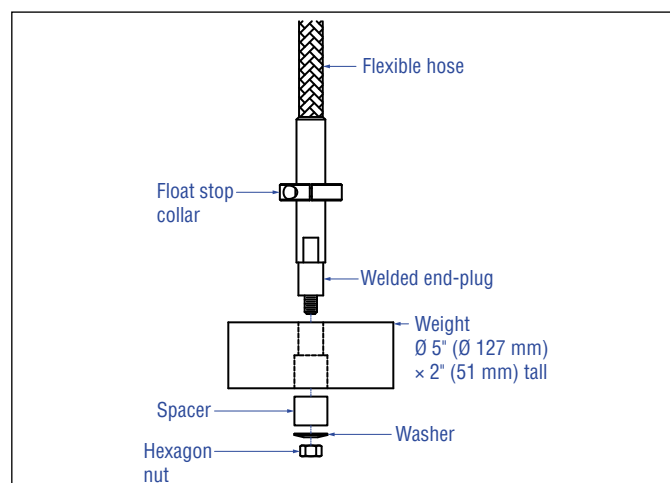
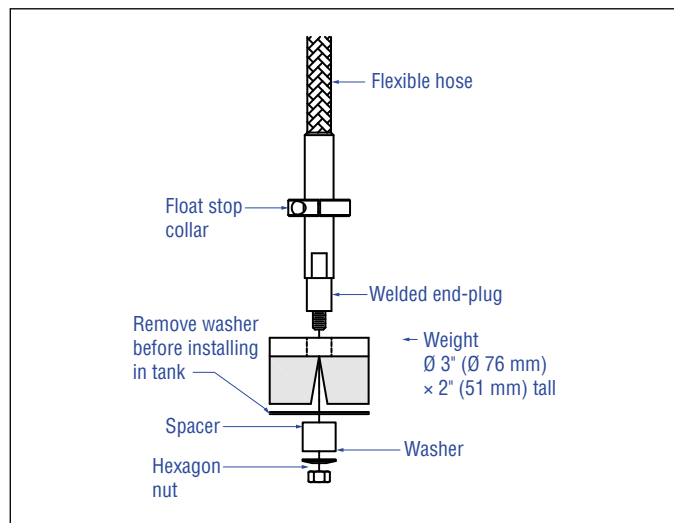
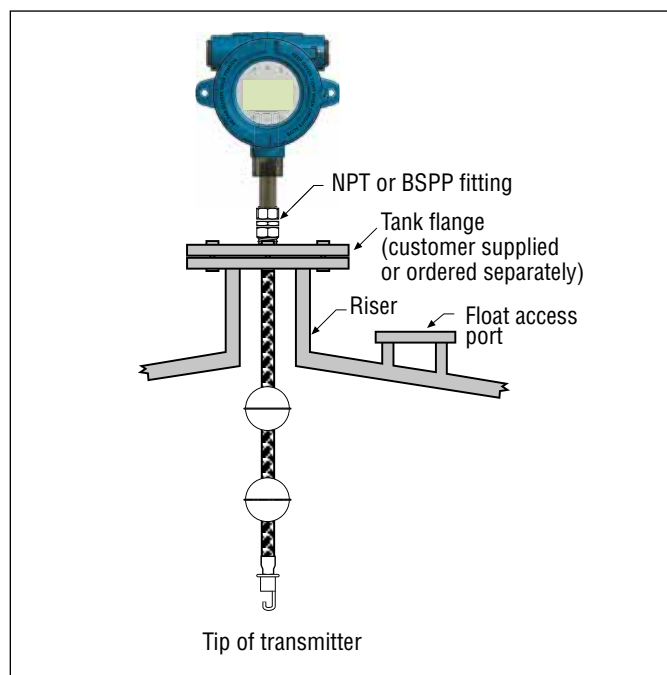

Fig. 8 : Poids de fixation inférieur
Fig. 9 : Aimant de fixation inférieur
Fig. 11 : Montage avec une bride filetée pour tuyau flexible
5. Monter le crochet, le poids ou l'aimant sur la section soudée du bouchon d'extrémité du tuyau (la section rigide inférieure du tuyau) à l'aide de l'écrou, de la rondelle et de l'entretoise fournis, serrer de la manière illustrée dans la Fig. 8, Fig. 11 et Fig. 9. Pour l'aimant, retirer la rondelle avant de l'installer dans le réservoir.
Dans la plupart des applications, le transmetteur Tank Slayer® peut être monté directement sur le réservoir ou la bride via un raccord fileté NPT ou BSPP, en supposant qu'un raccord fileté adapté est disponible. Si le flotteur ne s'adapte pas à l'orifice de la bride, lorsque celle-ci est déposée, monter d'une autre manière le flotteur sur le transmetteur depuis l'intérieur de la cuve ; cela peut requérir un port d'accès à proximité du point d'entrée du transmetteur, comme l'illustre la Fig. 11.